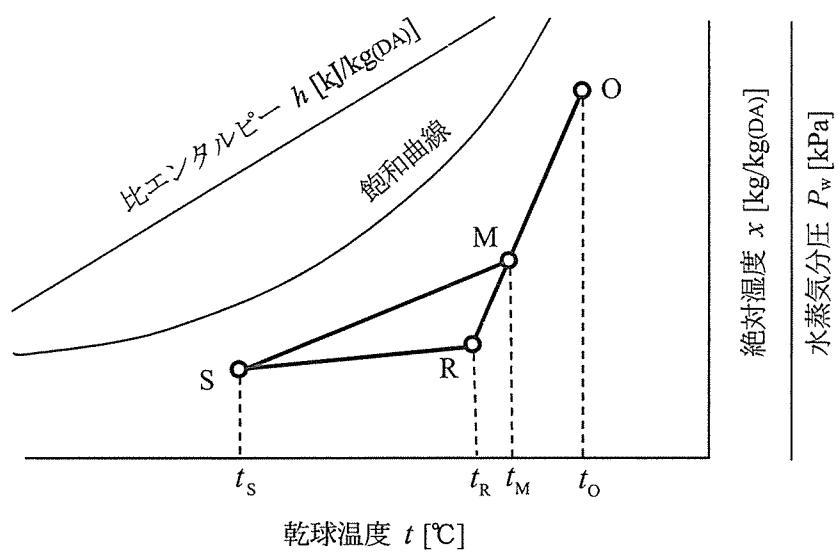

図2
(3) 図2は冷房時の空気調和のプロセスを空気線図上に表したものであり、点Rは室内空気、点Oは外気、点Sは空調機からの吹出空気、点Mは外気と室内からの還気の混合点を示している。